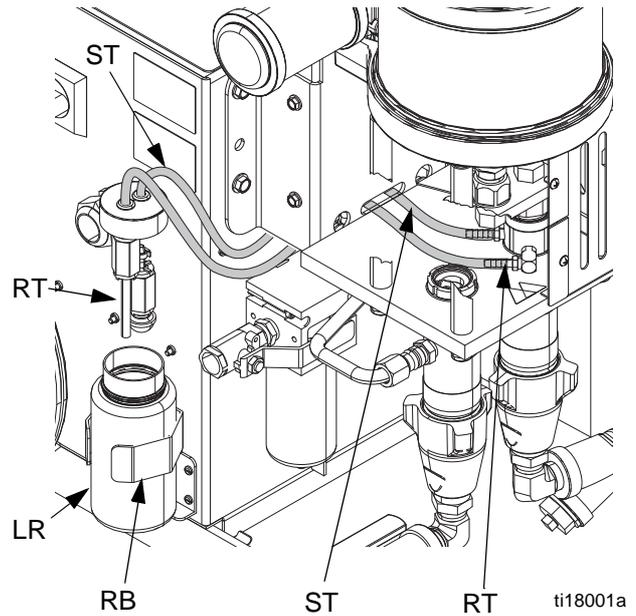

Fig. 13. Sistema de lubricación de bomba
2. Levante el depósito del lubricante (LR), hacia afuera de la ménsula (RB) y retire el recipiente de la tapa. Sujete la tapa sobre un recipiente adecuado para retirar la válvula de retención y dejar que se vacíe el lubricante. Vuelva a sujetar la válvula de retención a la manguera de entrada (ST). Vea la FIG. 13.